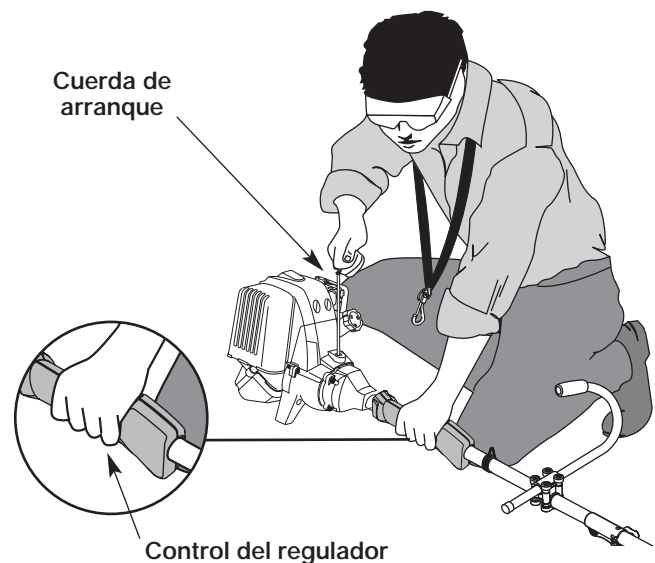

Fig. 22
**ADVERTENCIA:** Evite los arranques accidentales. Colóquese en posición de inicio cuando tire de la cuerda de arranque (Fig. 22). El operador y la unidad deben estar en una posición estable al arrancar la unidad para evitar graves lesiones personales.
6. Soporte en la posición de arranque (Fig. 22) y apriete el control de aceleración. Tire bruscamente del cordón de arranque hasta 5 veces.